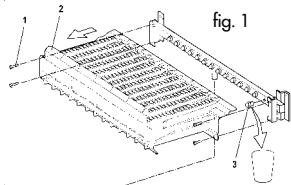

fig. 1
- Destornillar los tornillos de fijación (1) y quitar el quemador (2) (fig. 1)
- Sustituir todas las boquillas (3) del quemador con las boquillas proporcionadas con el kit de transformación, verificando que el diámetro es el previsto por la tabla de abajo e interponiendo las juntas de estanquidad